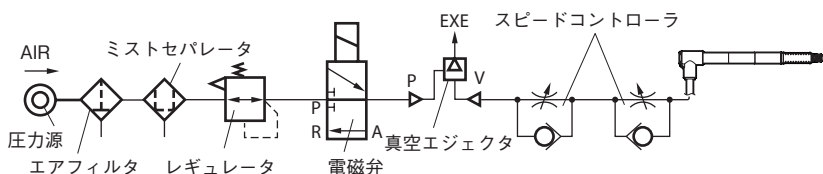

図 1. 空圧回路
- ・ エアー取付口を通じて、真空エジェクタなどを利用して測定子部分を操作させる場合には、図 1 のような構成の空圧回路を用いますと、エアー駆動が可能となります。真空圧は 0.04 ~ 0.067 MPa 程度が適当です。
- ・ スピンドルの押し出し速度が速い場合、ワークに触れた瞬間に表示がエラーになることがあります。また過度の衝撃により、ベアリング内部のボール保持器がずれ、測定長が減少することがあります。この場合は、図 1 のようにスピードコントローラにてスピンドルの速度調整をしてください。